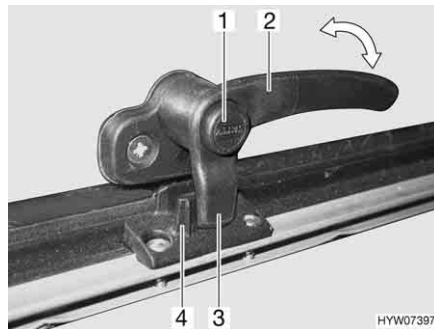
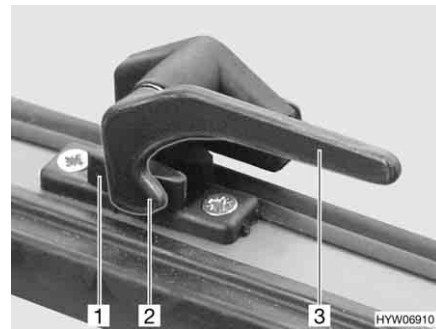

Bild 86 Låsarm med låsknapp i läget "stängd"
Bild 87 Låsarm i läget "stängd"
- Tryck på låsknappen (Bild 86,1) om sådan finns och håll den nedtryckt.
- Vrid alla låsarmer (Bild 86,2 eller Bild 87,3) ett kvarts varv mot luckans mitt.
- Vrid alla låsarmar (Bild 86,2 eller Bild 87,3) ett kvarts varv mot ramen. Låsspaken (Bild 86,3 eller Bild 87,2) sitter på insidan av lucklåset (Bild 86,4 eller Bild 87,1).
- I läget "helt stängt" (Bild 86 och Bild 87)